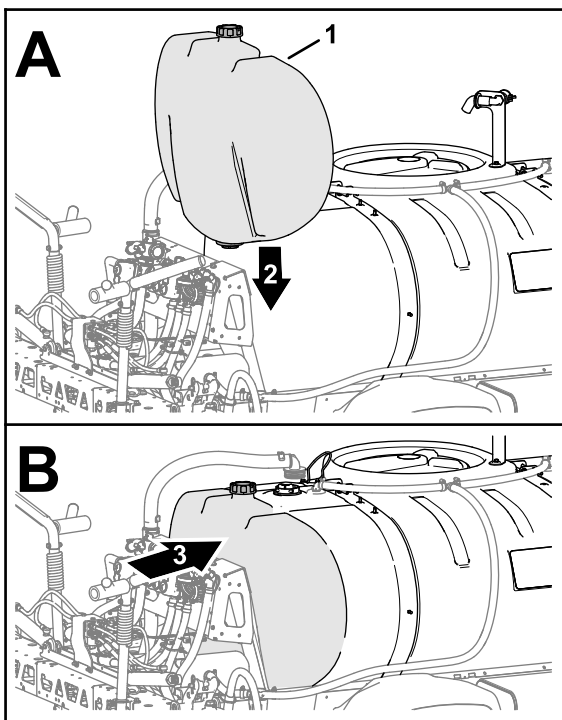

Bild 12
4. Wenn die Maschine mit dem optionalen Spülbehälter ausgerüstet ist, fluchten Sie den Behälter mit der Maschine aus, wie in Bild 12 abgebildet.